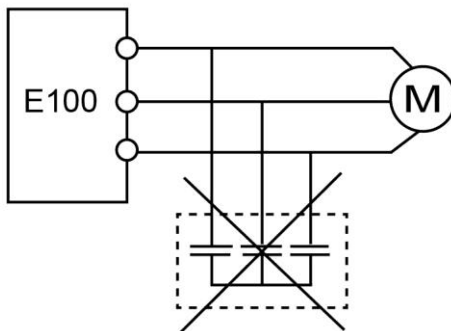

图 1-3 变频器输出端禁止使用电容器
- ◇由于变频器输出是 PWM 波，输出侧如安装有改善功率因数的电容或防雷用压敏电阻等，都会造成变频器故障跳闸或器件的损坏，务必请拆除。如图 1-3 所示。